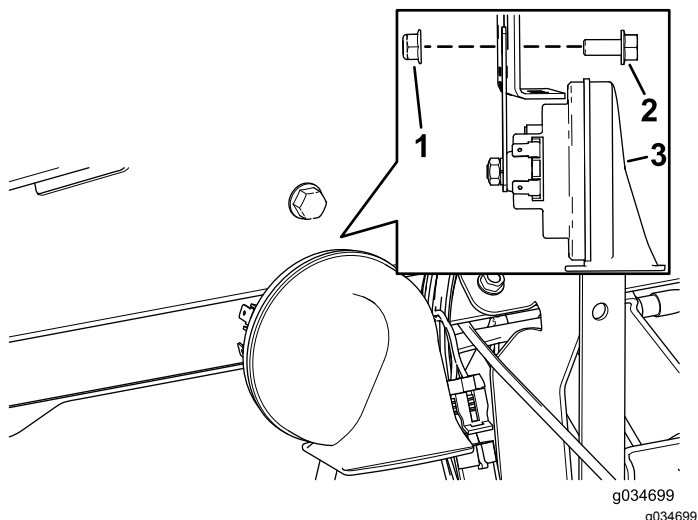

Figura 3
2. Montate il gruppo avvisatore acustico da 48 V sul foro preesistente nella staffa del cruscotto con la vite a testa esagonale (5/16" x 3/4") e il dado flangiato (5/16") come illustrato nella Figura 3.
Nota: La staffa sul gruppo dell'avvisatore acustico e il dado flangiato (5/16") sono situati all'interno della staffa del cruscotto (Figura 3).